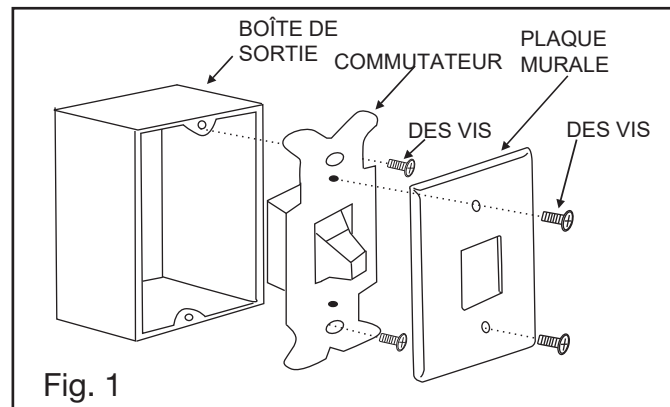

Fig. 1
- 1 Retirez la bille de la tige descendante en desserrant la vis de réglage sur le côté de la bille. Faites glisser la bille vers le bas et retirez la goupille à billes retirer la bille. (Fig. 1)
- 1 Débranchez l'alimentation et retirez la plaque murale existante et l'interrupteur de la boîte de jonction murale. (Fig. 1)
- 1 Retirez l'une des trois vis de l'arbre de montage situées sur le moteur du ventilateur. Desserrez les 2 autres vis. (Ne pas retirer) (Fig.1)